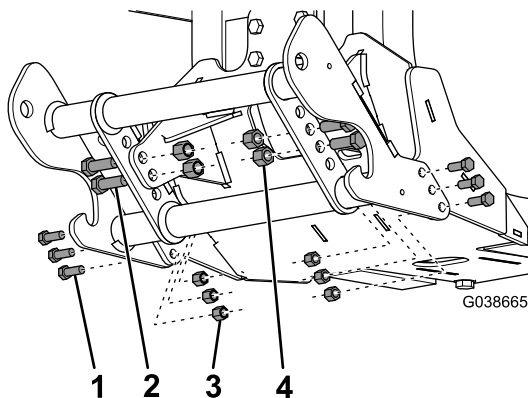

**Bild 2**
4. Befestigen Sie die Rückseite des Pflugunterfahrerschutzes mit zwei Schrauben (M12), vier Scheiben, zwei Distanzstücken und zwei Muttern (M12) am Fahrzeug, und lassen Sie die Befestigungen handfest angezogen (Bild 2).